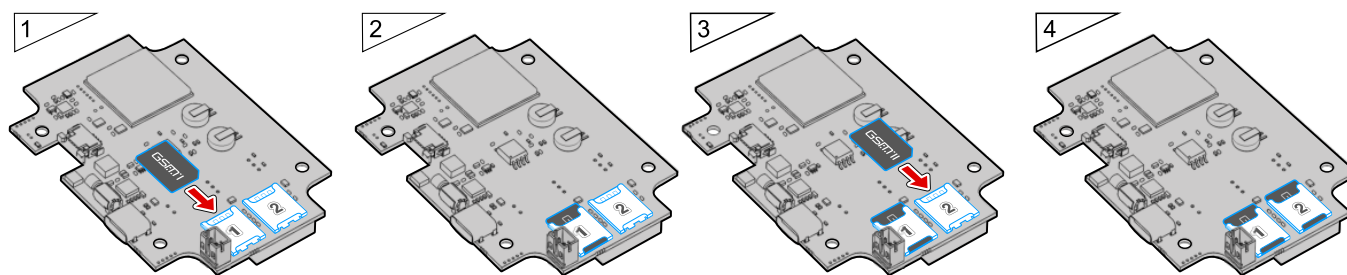

Рис.3. Установка SIM-карты
- Снимите заднюю крышку устройства, открутив четыре крепежных винта. Разъем для установки SIM-карт находится на обратной стороне печатной платы (**Рис.3, п.1**).
- Установите основную SIM-карту контактами вниз в первый SIM-держатель. При этом срезанный угол SIM-карты должен совпадать с ключом, нарисованным на печатной плате (**Рис.3, п.2**).
- При необходимости установите резервную SIM-карту контактами вниз в второй SIM-держатель. Убедитесь, что срезанный угол SIM-карты совпадает с ключом, нарисованным на печатной плате (**Рис.3, п.3**).